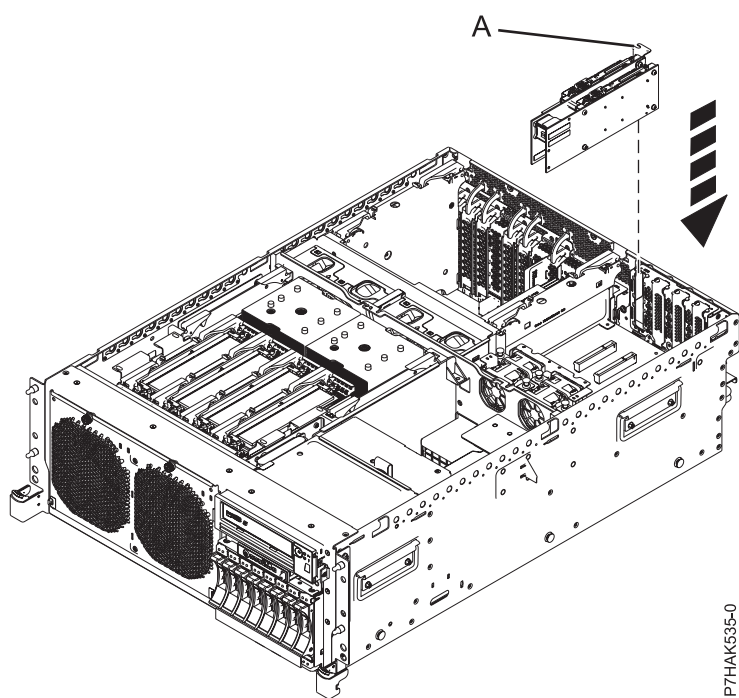
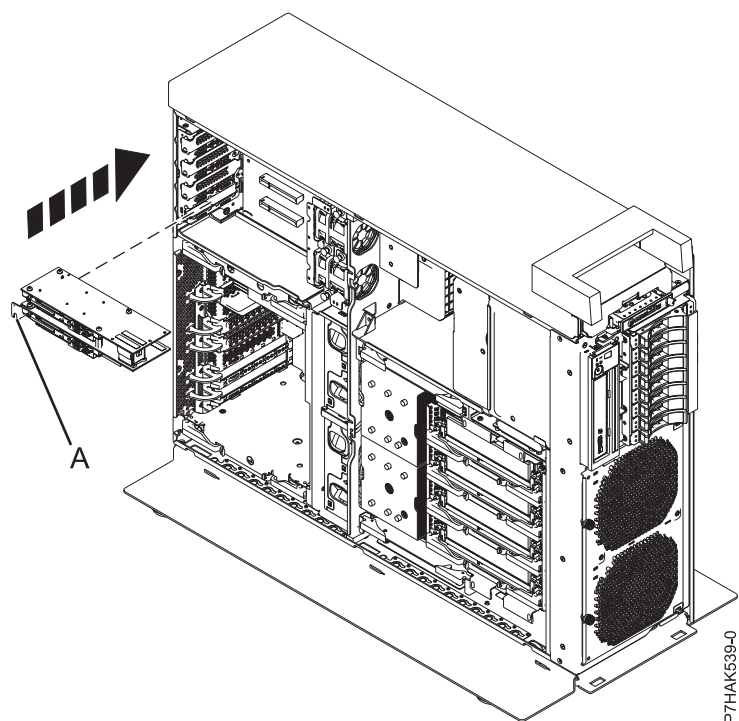

Figura 29. Substitució d'un adaptador PCIe RAID i SSD SAS en una targeta d'expansió d'un sistema muntat en bastidor
Figura 30. Substitució d'un adaptador PCIe RAID i SSD SAS en una targeta d'expansió d'un sistema autònom
19. Fixeu l'adaptador PCIe dins la seva ranura movent el pestell d'adaptador (B) una altra vegada cap a la posició de tancament.
20. Si el sistema té una targeta d'expansió, podeu fer pressió sobre l'adaptador PCIe de baix perfil fins que s'insereixi en la seva ranura. Introduïu-la a la seva posició per la contrapunta (A) i premeu l'adaptador dins la seva ranura, com es mostra a la Figura 29 a la pàgina 38 i Figura 30 a la pàgina 38.